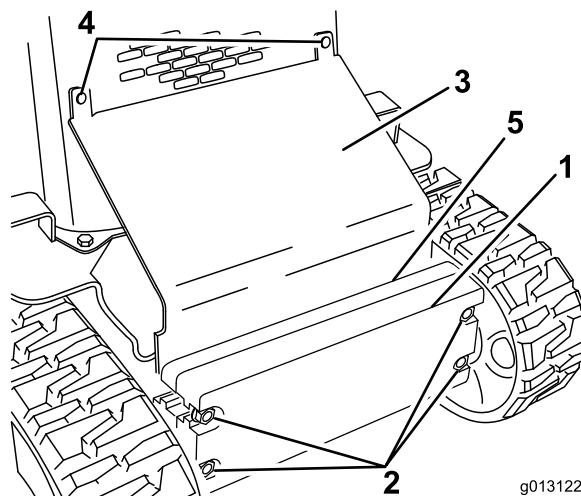

Bild 29
2. Lockern Sie die Schrauben, mit denen der Ballast befestigt ist (Bild 29).
3. Entfernen Sie die Schlossschrauben und Muttern, mit denen die schräge Platte befestigt ist (Bild 29).
10. Schieben Sie die schräge Platte zwischen den Rahmen und dem Ballast und befestigen Sie sie am Gitter des vorderen Gitters mit den vorher abgenommenen Schlossschrauben und Muttern (Bild 29).
11. Ziehen Sie die Schrauben an, mit denen der vordere Ballast befestigt ist (Bild 29).